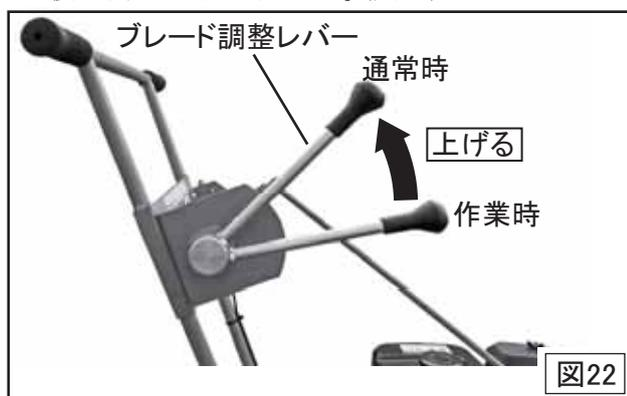

図22
- 1 除去作業が終了したら、ブレード調整レバーを後ろ側に上げてください。(図22)